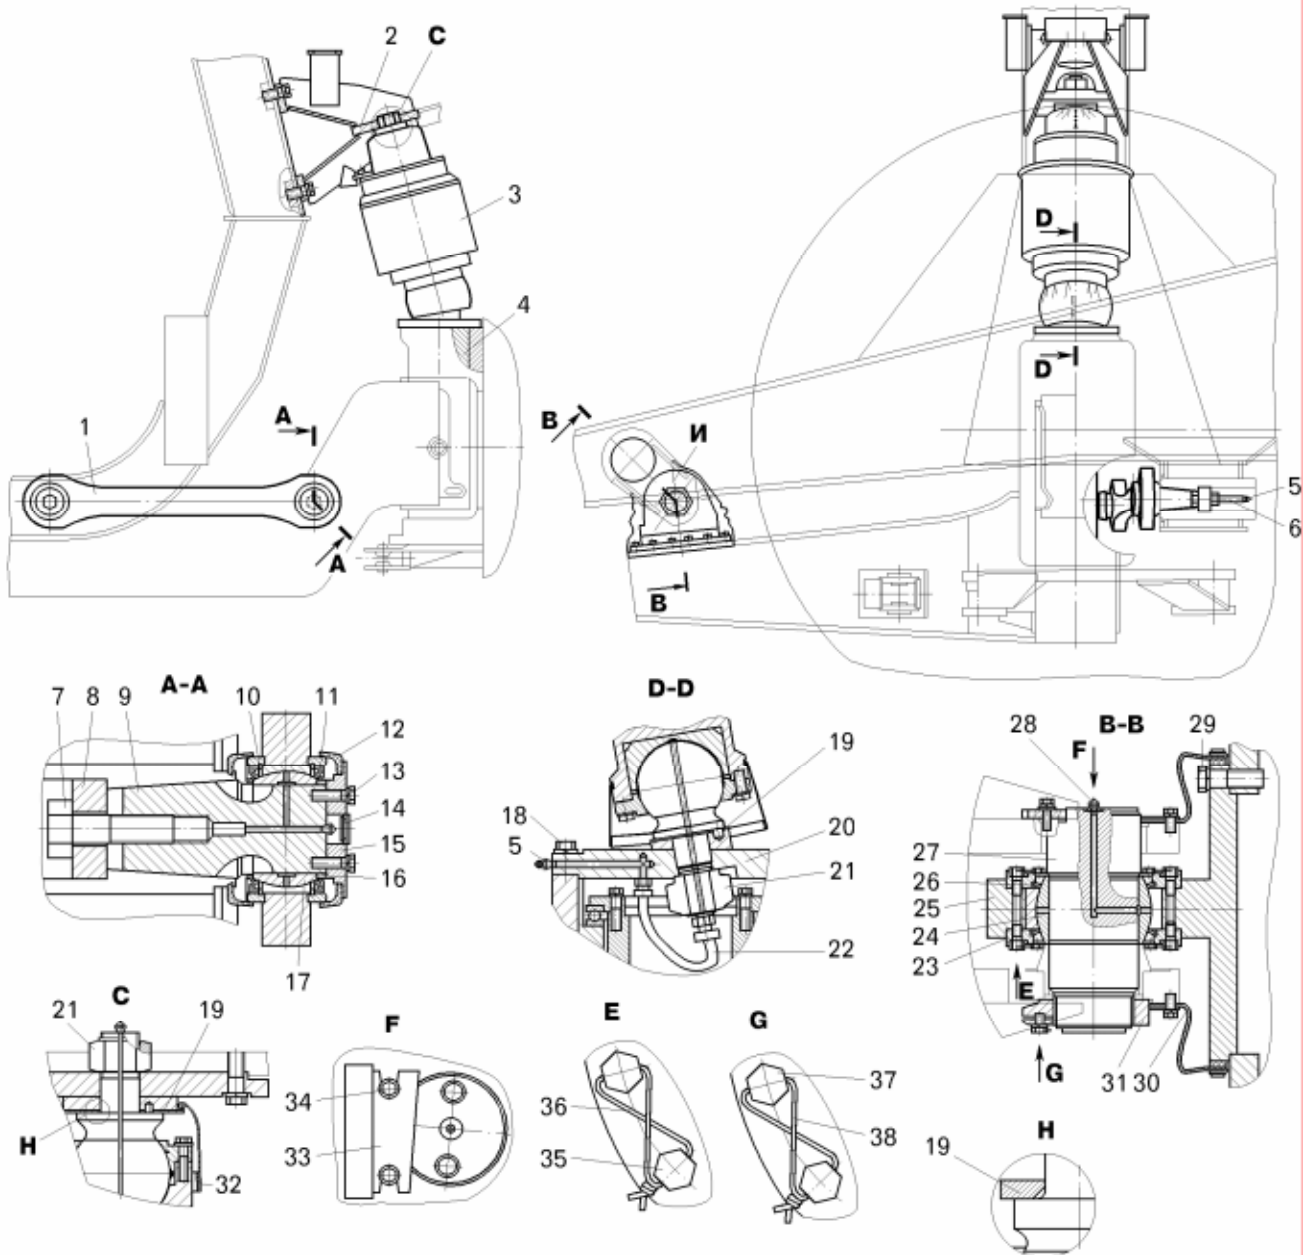

Рисунок 8.1.1 – Передняя подвеска:
Передняя подвеска самосвала – зависимая, состоит из двух пневмогидравлических цилиндров 3 (рисунок 8.1.1), проушины 25 с шарниром, рычага передней оси и поперечной штанги 1.
– отвернуть болты 18 (смотри рисунок 8.1.1) крепления нижнего кронштейна 20 цилиндра подвески к поворотному кулаку передней оси;
– отвернуть гайку 21 (смотри рисунок 8.1.1) крепления цилиндра подвески 3 к верхнему кронштейну 2;